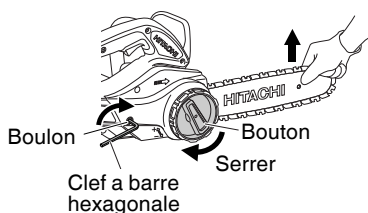

Fig. 12
7. Serrage du bouton (Fig. 12)
- ① Une fois l'ajustement terminé, soulevez le guide-chaîne et serrez le bouton à fond.
- ② Assurez-vous que le boulon est bien serré.